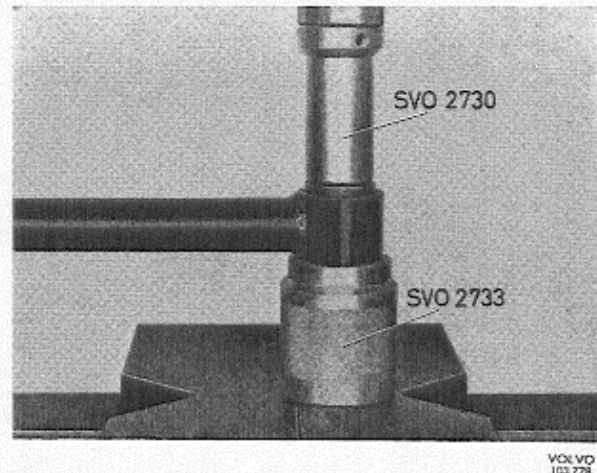
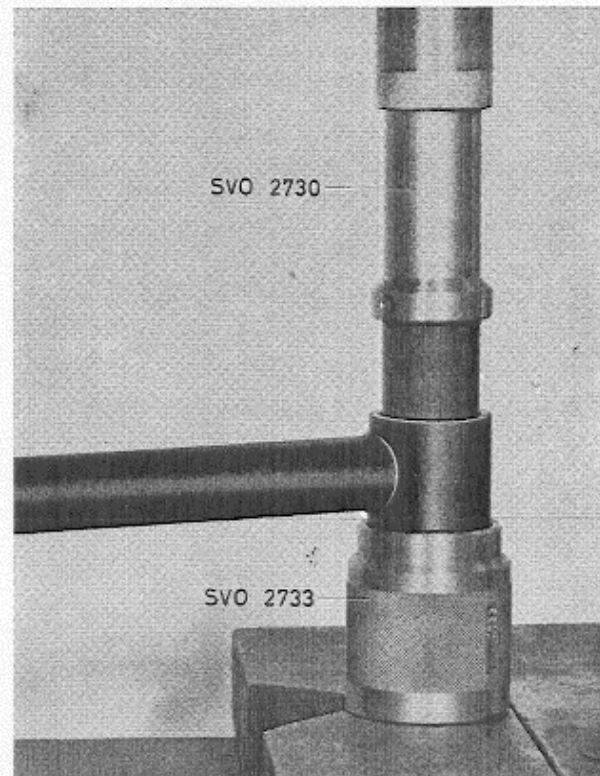

Abb. 14. Auspressen der kleineren Lagerbuchse für die Panhardstange
Abb. 15. Einpressen der kleineren Lagerbuchse für die Panhardstange
4. Wenn notwendig, die kleinere Buchse mit dem Dorn 2730 herauspressen und dabei 2733 als Gegenhalter verwenden (Abb. 14). Das Einpressen der neuen Buchse geschieht mit denselben Werkzeugen, wobei das andere Ende des Dorns 2730 anzuwenden ist (Abb. 15).